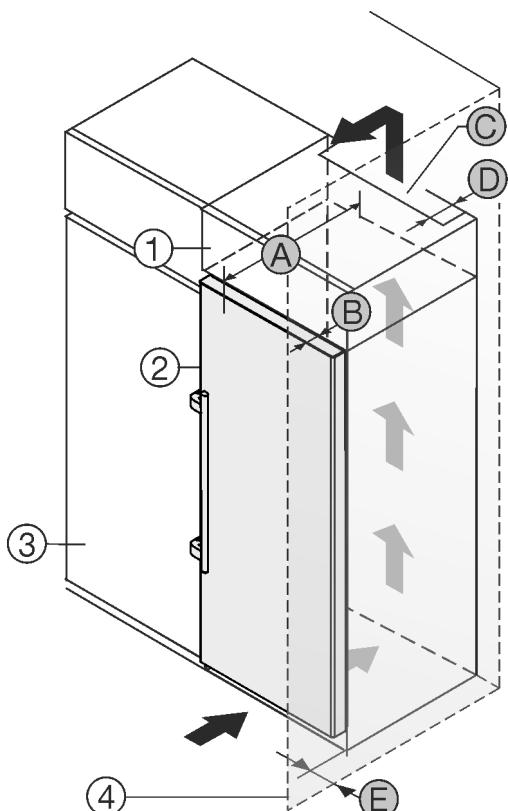

Fig. 2
Установите устройство непосредственно рядом с кухонным шкафом Fig. 2 (3).*
На задней стенке дополнительного шкафчика должен быть вентиляционный канал с глубиной Fig. 2 (D) по всей ширине этого шкафа.*
Нужно соблюдать вентиляционное отверстие Fig. 2 (C) под нижней панелью.*
Если устройство установлено на шарнирах у стены Fig. 2 (4), то расстояние между устройством и стеной должно быть не менее 57 мм. Настолько выступает ручка при открытой дверце.*
Чтобы можно было полностью открыть двери, устройство должно выступать на глубину двери Fig. 2 (B) относительно передней стенки кухонного шкафа. В зависимости от глубины кухонных шкафов Fig. 2 (3) и использования пристенных распорок устройство может выступать и больше.*